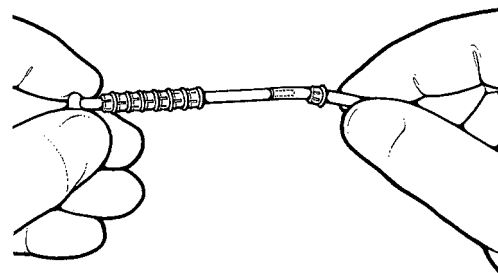

Figura 4-19a. Glisați colierul de inele pe tub
4. Glisați colierul de inele pe tub (**Figura 4-19a**), asigurându-vă de faptul că dinții colierului de inele sunt orientați către capătul tubului.